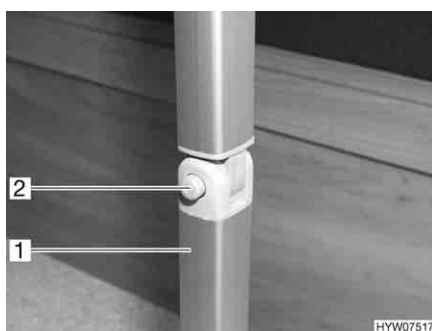

Fig. 24 Supporto snodabile tavolo sospeso
- Premere il bottone di sbloccaggio (Fig. 24,2) e mantenerlo premuto.
- Ribaltare di 90° all'indietro la parte inferiore del piede del tavolo (Fig. 24,1). Il bottone di sbloccaggio scatta di nuovo all'infuori.